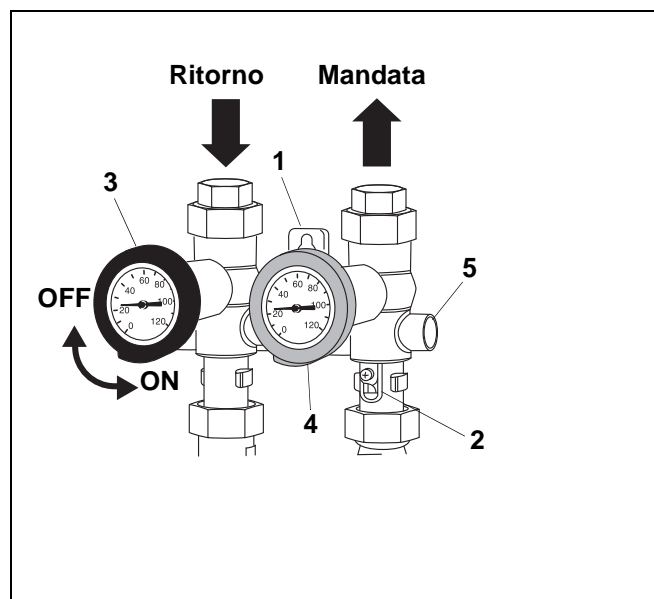

Fig. 1 Mandata e ritorno
Per un miglior riempimento dell'impianto è possibile aprire manualmente la valvola di non ritorno sulla mandata della caldaia. A tal fine, ruotare in posizione verticale l'intaglio della vite (fig. 1, **pos. 2**) sulla valvola di non ritorno. Verificare che i rubinetti a sfera sulla mandata (fig. 1, **pos. 4**) e sul ritorno (fig. 1, **pos. 3**) siano aperti!